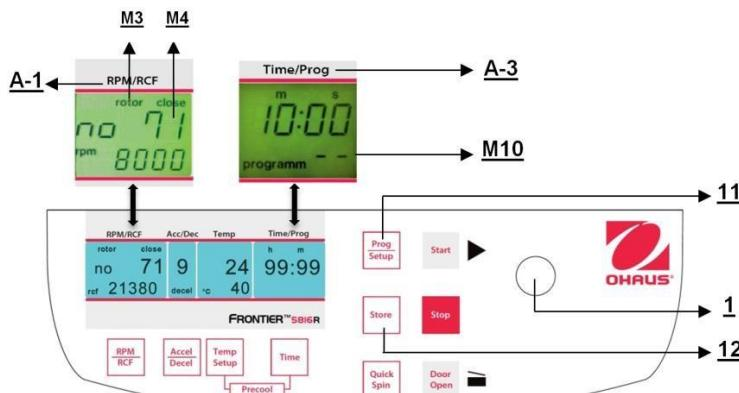

Figure. 28
Pour rappeler des programmes mémorisés, appuyer sur la touche "Prog/Setup" (11) (voir la figure 28) alors que le couvercle est déjà fermé. Sur l'affichage "Time/Prog" (A-3), le mot "programm -"(M10) apparaît. Le numéro de programme désiré peut être présélectionné avec le bouton de réglage (1).
Pour quitter le mode de programmation, appuyer simplement sur la touche "Prog/Setup" (11) (voir la figure 28). Sur l'affichage "Time/Prog", le mot "programm" apparaîtra.
Lorsque sur l'affichage « Time/Prog » (A-3), le mot "error" apparaît conjointement au numéro "02" (voir la figure 28), ceci peut être dû à la raison suivante : Le contacteur de déséquilibrage est défectueux.